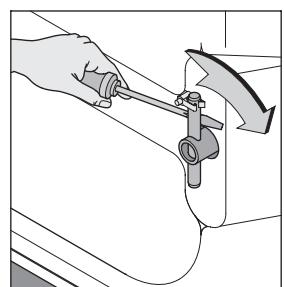

Bild 1
**Die Transportsicherung unbedingt vor der Inbetriebnahme entfernen (Bild 1 - 3), sonst muß während des Betriebes mit Schäden am Gerät gerechnet werden.**
- Beide Stangen aus der Verankerung lösen und herausziehen (Bild 1 und 2)